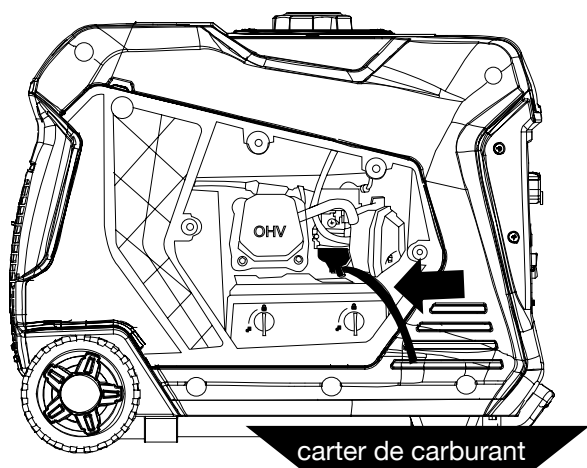

Figure 16: Tuyau de vidange de carburant
2. Localisez le tuyau en plastique transparent du flotteur qui se prolonge vers le bas de l'onduleur, tirez le tuyau à l'extérieur du corps et placez un récipient approprié en dessous pour attraper le carburant drainé (voir Figure 16).